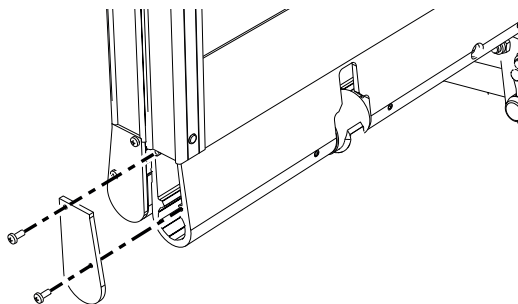

Bild 11. Skruva bort täckelocket
5. Skruva bort täcklocket i nederkant på bryggan, se Bild 11.